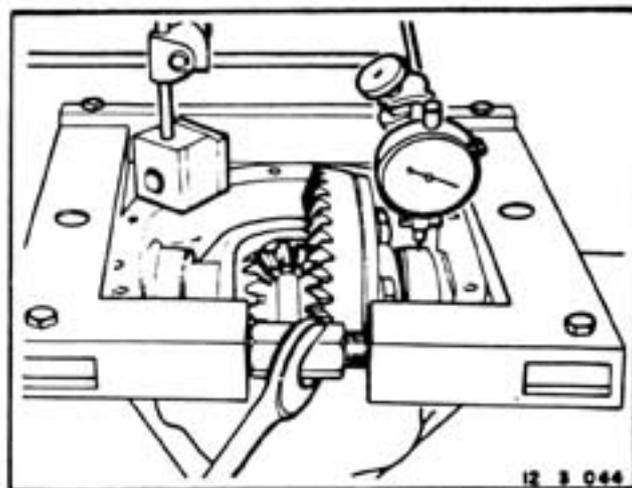

FIGURA 62
4. Montar o expansor da carcaça (2690.203.017), conforme mostrado na figura 62. Utilizar um micro-comparador e não expandir a carcaça mais do que 0,4 mm.